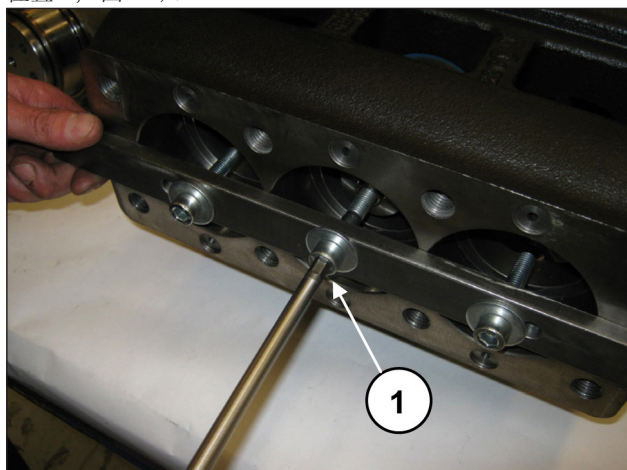
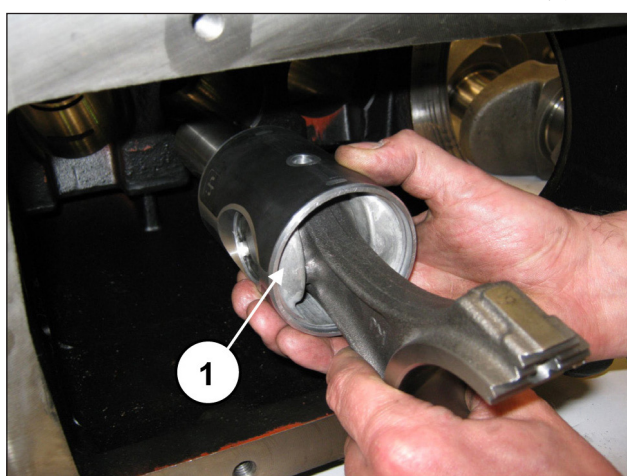

图 32
图 33
拧松工具（代码 27566200）的螺栓以松开连杆（位置①，图 32），接着从泵壳后方开口处抽出连杆/柱塞导承组件（位置①，图 33）。
确保曲轴箱已彻底清洁后，将半连杆/活塞导承组件插入曲轴箱管内(①，图 33)。
锁定三个组件，可利用编号为 27566200的专用工具(①，图 32)。
拆除用于锁定连杆、编号为 27566200 的工具(位置①, 图 32)。